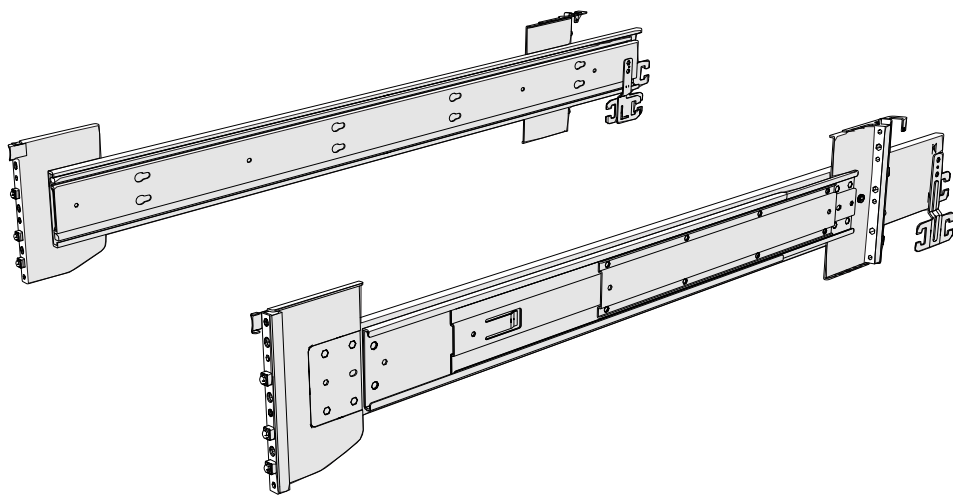

图 32. 支撑导轨
1. 找到用于安装导轨的硬件（包括 M4xL6 和 M5xL13 螺钉）。将图 32 中所示的硬件放在一旁，以供稍后在安装过程中使用。